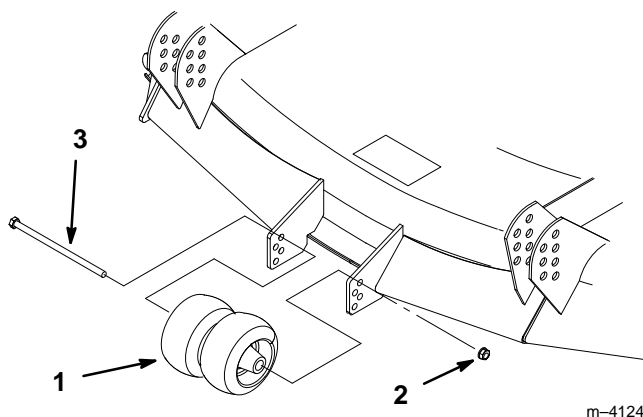

Figure 12
1. Après réglage de la hauteur de coupe souhaitée, déposer l'écrou et le boulon (Fig. 12).
2. Choisir le nouveau trou d'insertion du boulon en fonction de la hauteur de coupe pour que la roue de jauge se trouve à 1 cm (3/8") du sol (Fig. 12).
3. Rattacher le boulon à l'aide de l'écrou (Fig. 12).